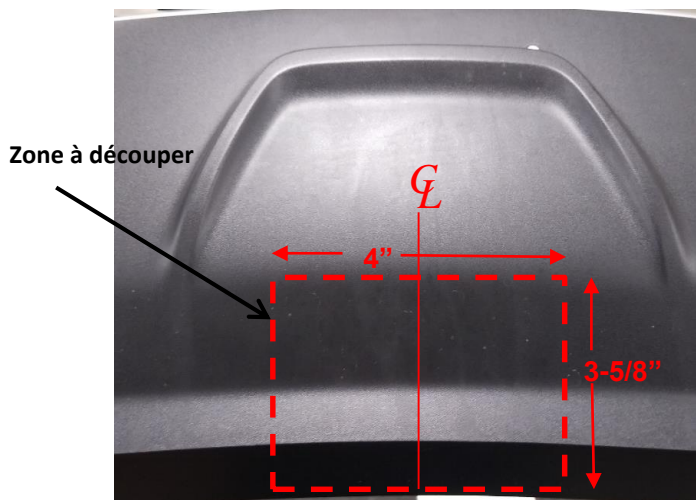

Figure 3
5. Découper le carénage – Repérez le centre du carénage. À l'aide d'un ruban à mesurer, d'un marqueur et d'un couteau à lame rétractable, découpez une encoche dans la base du carénage. **Consultez la figure 3 pour un véhicule Trailblazer et la figure 4 pour un Encore GX** pour connaître les dimensions de la zone de découpe. **Remarque :** Avant de découper, assurez-vous que la zone ne contient aucun câblage électrique.